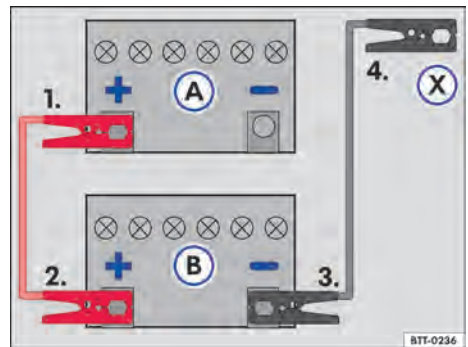

Fig. 183 Esquema para a conexão dos cabos auxiliares de partida: bateria do veículo descarregada (A) e bateria do veículo fornecedora de corrente (B).
Legenda para → Fig. 183:
Conectar o cabo auxiliar de partida somente na sequência **1 – 2 – 3 – 4** → Fig. 183.
- Conectar uma extremidade do cabo auxiliar de partida *vermelho* ao polo positivo (+) do veículo com a bateria do veículo descarregada → Fig. 183 (A) → ⚠.
- Conectar a outra extremidade do cabo auxiliar de partida *vermelho* ao polo positivo (+) do veículo fornecedor de corrente (B).
- Conectar uma extremidade do cabo auxiliar de partida *preto* ao polo negativo da bateria do veículo fornecedor de corrente (B).
- Conectar a outra extremidade do cabo auxiliar de partida *preto* (X) no veículo com a bateria descarregada no ponto de auxílio à partida (ponto de aterramento) ou em uma peça de metal parafusada firmemente no bloco do motor – porém não nas proximidades da bateria (A) → ⚠.